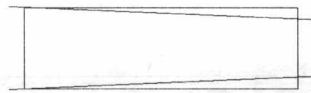

图 2-3 绘制构造线
(4) 执行 **XLINE** 命令，设置“角度”值为 2.5，然后捕捉矩形左上角顶角绘制构造线；重复执行 **XLINE** 命令，设置“角度”值为 -2.5，并捕捉矩形左下角顶角绘制构造线，效果如图 2-3 所示。